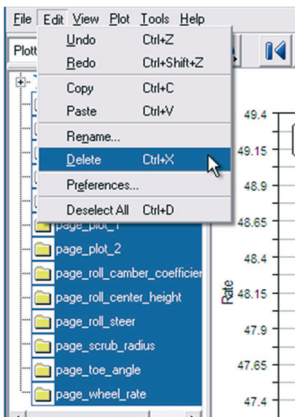

Figura 4.208 – Excluindo gráficos.
- No menu *Edit*, selecione a opção *Delete* (Figura 4.208).